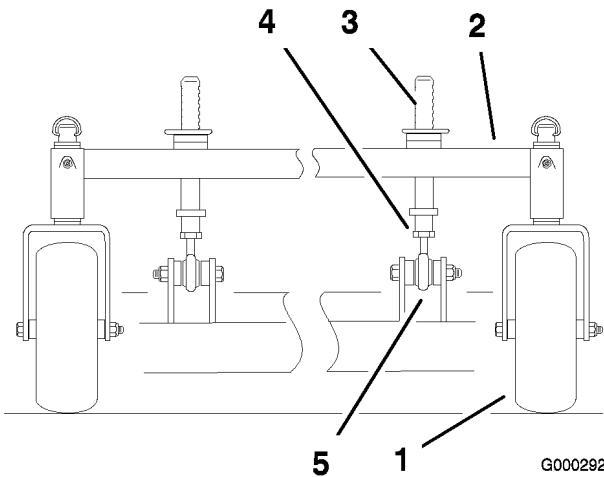

Figura 84
- Para cambiar la inclinación longitudinal, pueden ajustarse los pilares delanteros de altura de corte (Figura 84).
2. Para elevar la parte delantera de la plataforma, afloje la contratuerca y haga girar el pilar delantero en el sentido de las agujas del reloj (Figura 84).
3. Para bajar la parte delantera de la plataforma, afloje la contratuerca y haga girar el pilar delantero en el sentido contrario de las agujas del reloj (Figura 84).
6. Apriete las contratuercas (Figura 84).